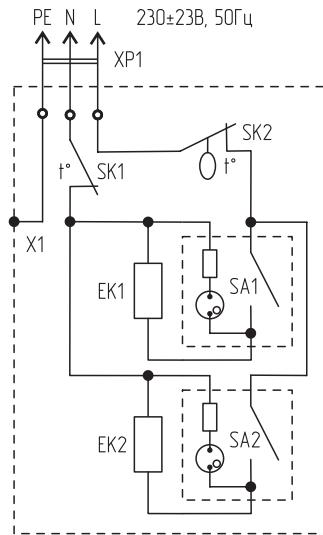

Рисунок 4.
5.2. Схема электрических соединений и узлов показана на рис.4. Нагревательный элемент имеет два независимых нагревателя ЕК1 и ЕК2, которые могут включаться независимо друг от друга, обеспечивая 100% или 50% номинальной мощности конвектора. В цепь питания нагревателей включены рокерные переключатели с подсветкой SA1 и SA2, термовыключатель защиты от перегрева SK1 и биметаллический терmostat SK2.